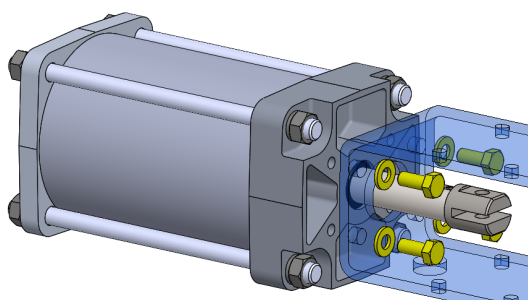
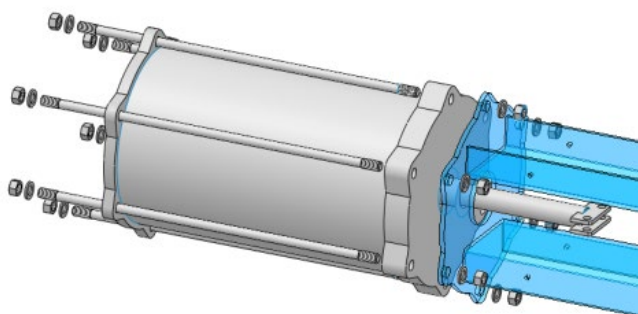
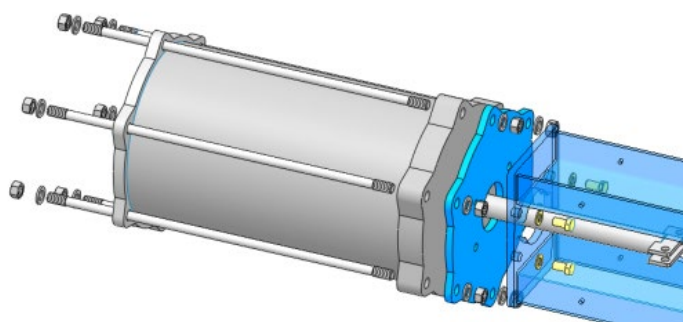

Fig. 1 - Montage direct
Fig. 2 - Montage avec tirants
Fig. 3 - Montage avec tirants et plaque intermédiaire
- Retirer la tige du piston (4) des boulons d'obturation (18,19)
- Retirer le vérin de l'étrier. Les petits vérins sont directement fixés à l'étrier au moyen de 4 boulons (*fig. 1*). Les vérins de plus grande taille utilisent des tirants pour fixer le vérin à l'étrier (*fig. 2*). Dans certains cas, il est nécessaire d'utiliser une plaque intermédiaire (*fig. 3*).